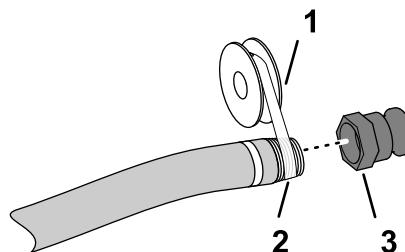

图 5
5. 在加水软管接头 25.4mm——美国标准管螺纹的螺纹上涂抹 PTFE 聚四氟乙烯螺纹密封胶 图 5。
6. 将快速断开耦合器拧到加水软管上并用手紧固 图 5。